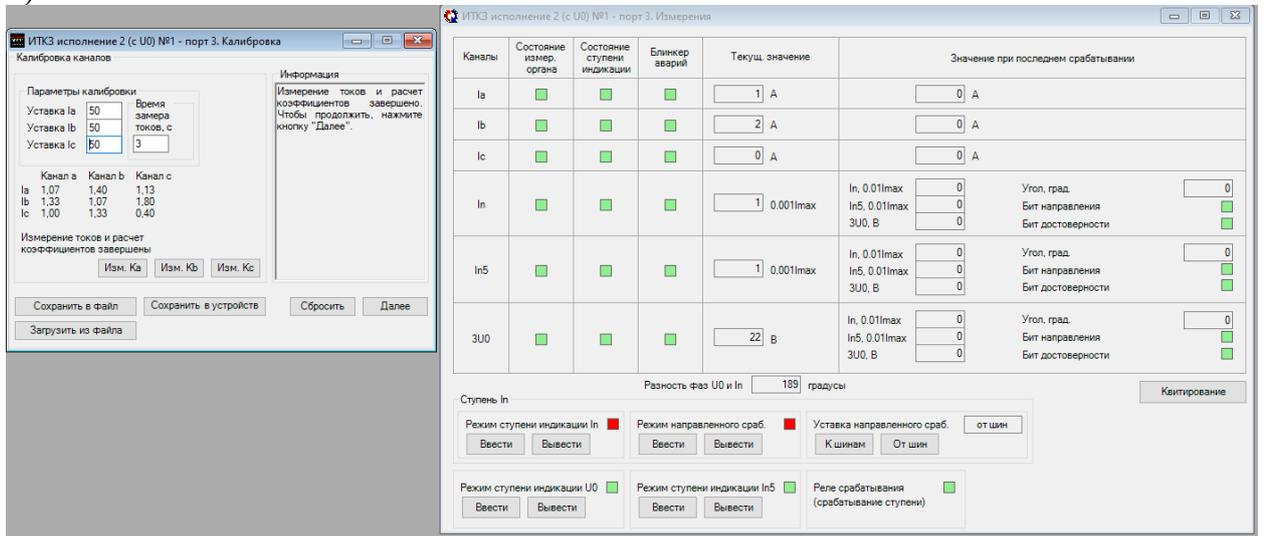
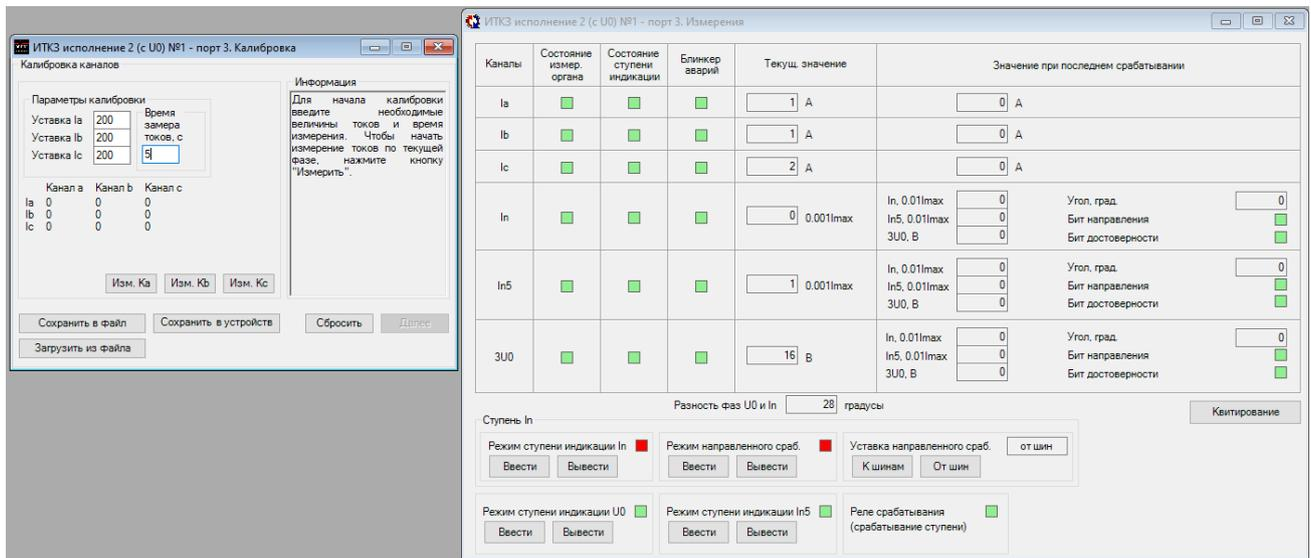

Рисунок 5.8 – Измерение токов в «УниКоне»: а) Канал а; б) Канал б; в) Канал с
Рисунок 5.9 – Задание уставок тока в «УниКоне»
2. Подключить устройство в соответствии с рисунком 5.7. Обеспечить протекание тока через шину «А». Значение протекающего тока вписать в поле «Уставка Ia» (рисунок 5.9). Нажать на кнопку «изм. Ка» – измерение фазы «А». Данные действия повторить с фазами «В» и «С». Программа измеряет 9 значений токов по 3 для каждой фазы (рисунок 5.8а, б, в).